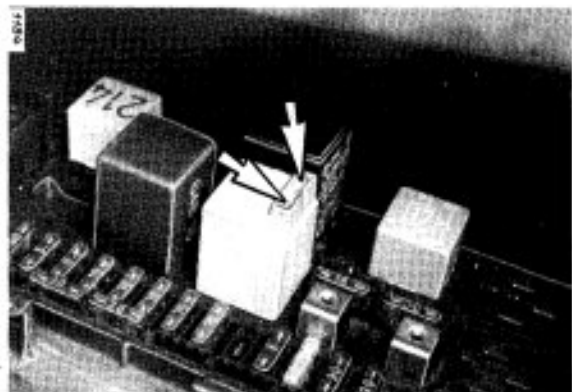

Bild 3
Mit einer Sicherung die Kontakte (Pfeile, Bild 3) am Relais für Ansaugrohrvorwärmung für mind. 4 Sek. überbrücken.
- Stellglieddiagnose aktivieren: Mit einer Sicherung die Kontakte (Pfeile, Bild 3) am Relais für Ansaugrohrvorwärmung überbrücken. Zündung einschalten. Nach mindestens 4 Sek. Sicherung entfernen.